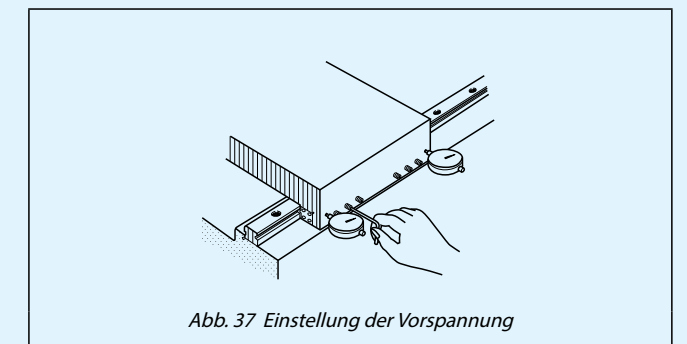

Abb. 37 Einstellung der Vorspannung
- Ziehen Sie zunächst wie in Abb. 37 angegeben die zentrale Vorspannschraube an und danach alle übrigen der Reihe nach. Messen Sie dabei das Spiel mit einer Messuhr.